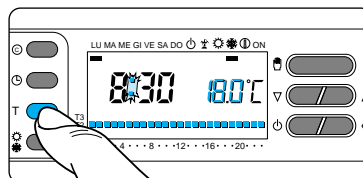

Fig. 65
12.3 - Premere nuovamente il pulsante T (fig.65) per passare al livello di temperatura successivo.